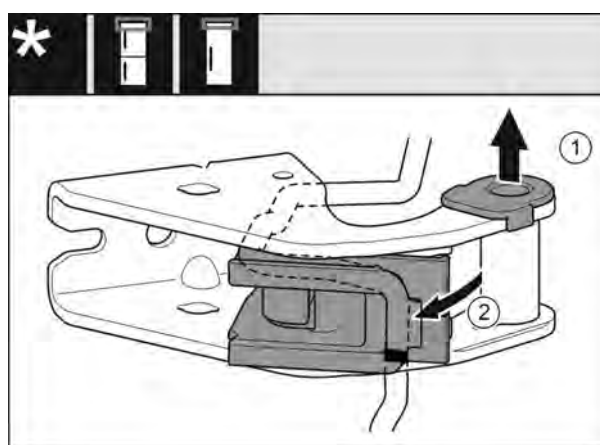

Fig. 14
- ▶ Опорную втулку вытяните из направляющей. Fig. 14 (1)
- ▶ Отведите держатель кабеля в сторону. Fig. 14 (2)